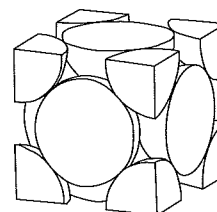

図2 単位格子
(2) 図2は面心立方格子の単位格子を表している。図2を参考に、単位格子に含まれる原子の個数を求めなさい。